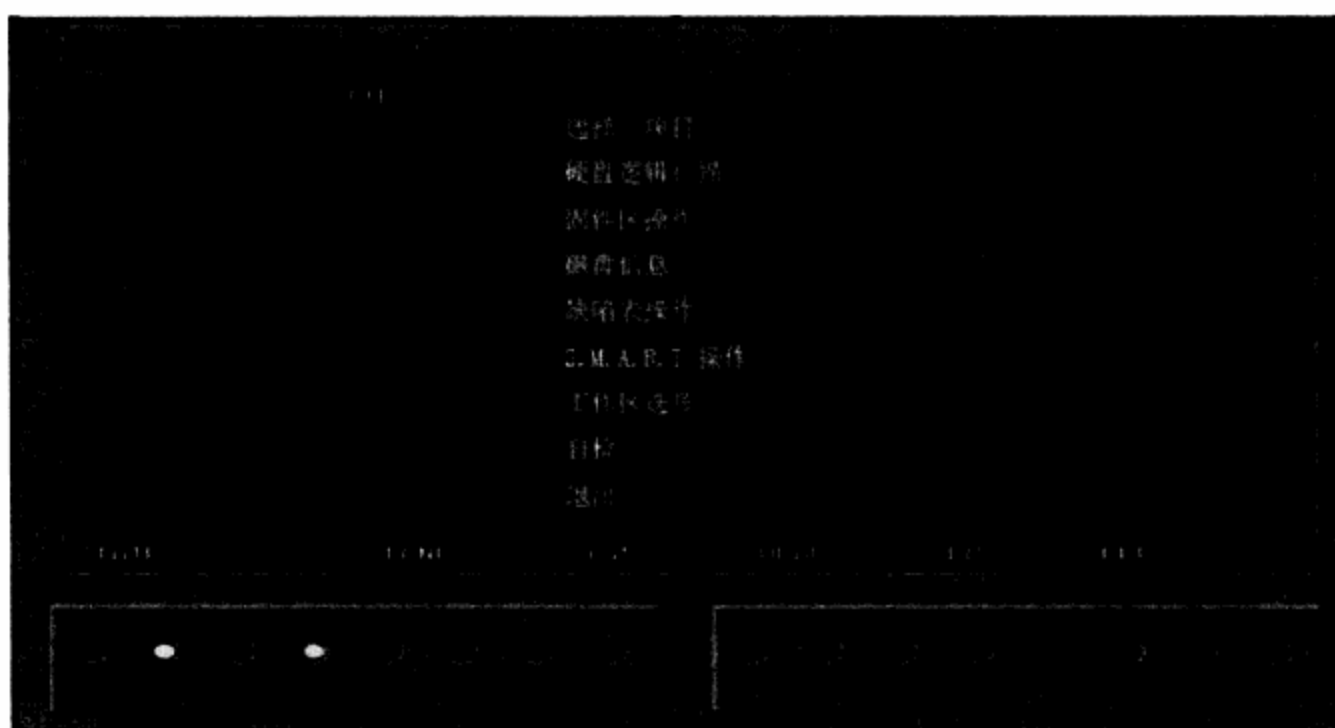

图11-8 标准模式的子菜单
**步骤 03** 当硬盘复位完毕后，屏幕上会显示菜单。如图11-8所示。